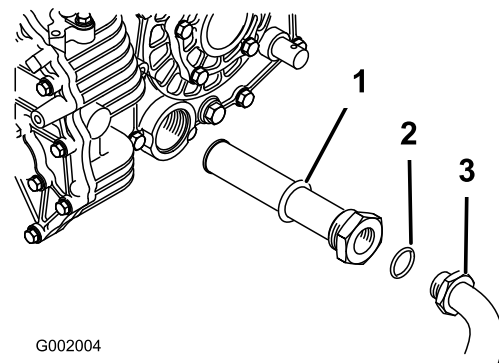

Figura 39
5. Retire el tubo hidráulico y el codo de 90° (Figura 39).